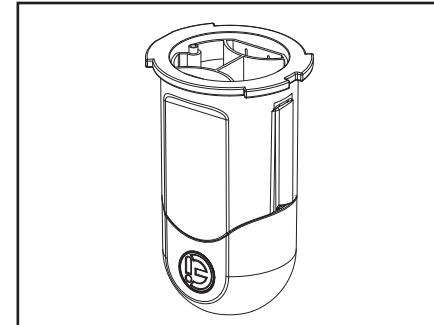

Figura 28. Celda invertida
7. Vuelva a colocar la tapa en la celda y inviertala (ver Figura 28).
8. Con gafas protectoras y guantes, añada una (1) parte de ácido muruatico a diez (10) partes de agua y mezcla.